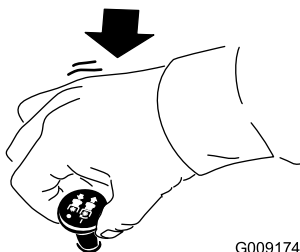

Figura 19
1. Decuplai lamele mutând comutatorul de control al lamei în poziția OPRIT (Figura 19).